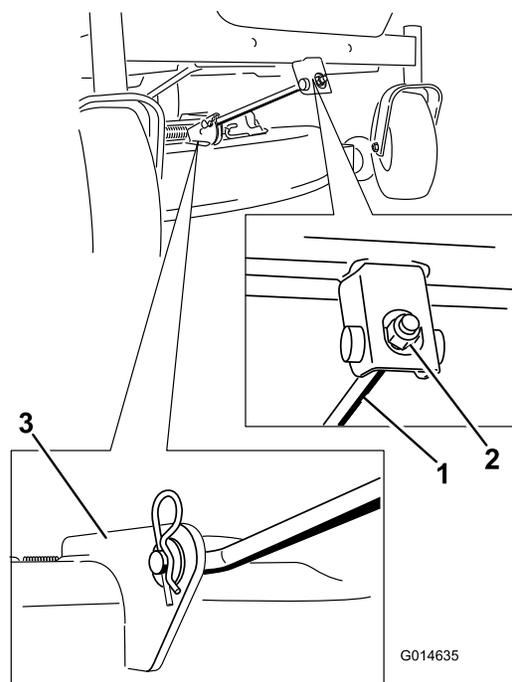

Рисунок 76
5. Снимите шплинт с переднего опорного стержня и снимите стержень с кронштейна деки (Рисунок 76).
8. Прикрепите передний опорный стержень к деке газонокосилки с помощью шплинтуемого штифта и шплинта (Рисунок 76).